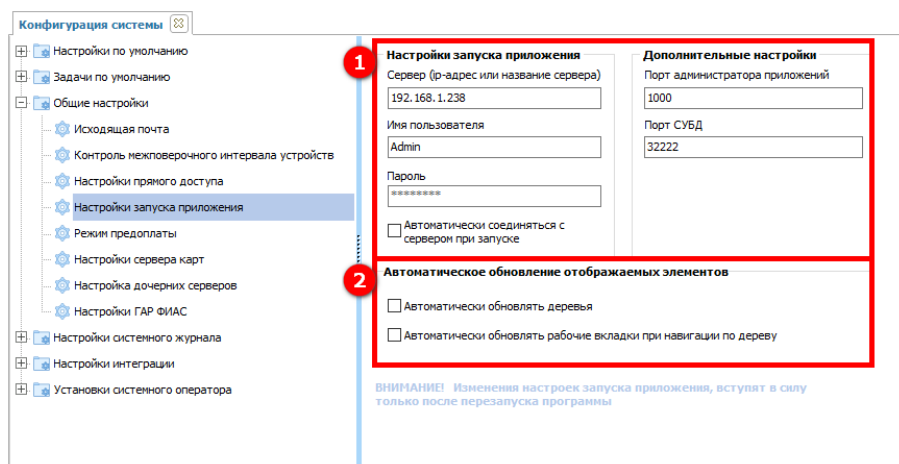

Рисунок 225 – Настройки запуска приложения
Данный раздел содержит настройки наименования Сервера (IP-адрес или название сервера), имени и пароля пользователя, дополнительные настройки, в том числе настройки автоматического соединения с сервером при запуске (1) (см. рисунок 225).